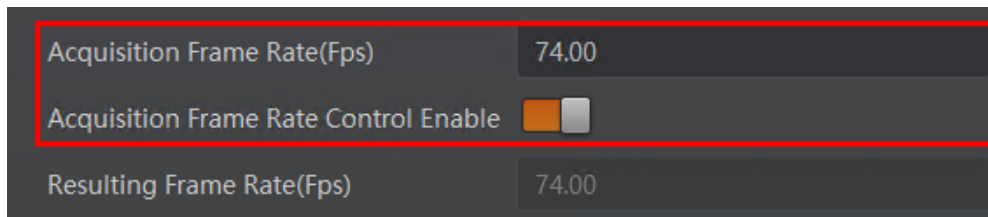

图8-11 帧率设置
2. 下方 *Acquisition Frame Rate Control Enable* 参数设置为 *True*，如图 8-11 所示。